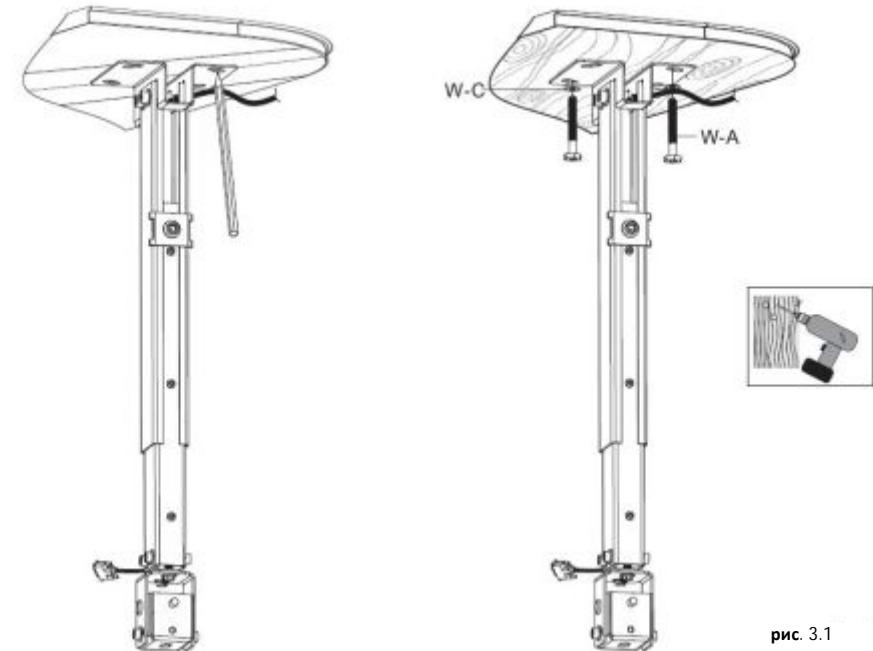

рис. 3.1
- Разместить потолочную пластину на потолке в качестве шаблона. Отметить центры двух монтажных отверстий. Убедиться в том, что монтажные отверстия расположены по центру арматуры. Высверлить два отверстия диаметром 1/8 дюйма (3 мм) глубиной 1,2 дюйма (30 мм). Убедиться в том, что потолочная пластина выставлена в уровень, закрепить ее с помощью двух болтов (W-A), как показано на рис. 3.1.